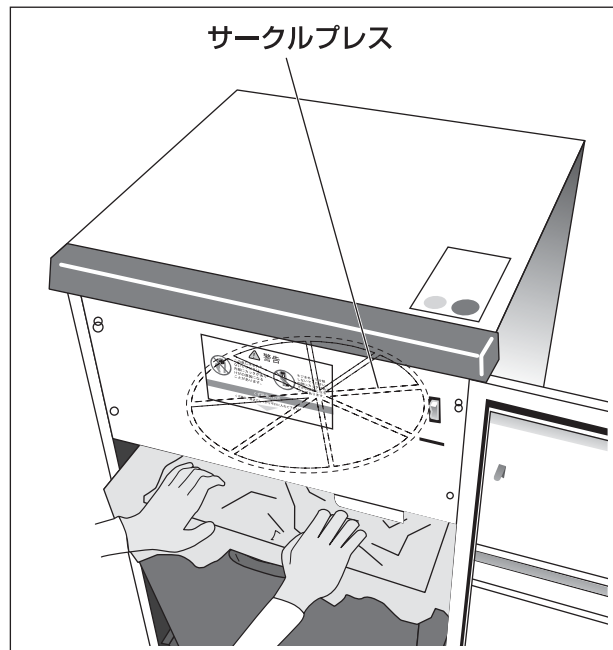

図12 細断屑の押し下げ
- 1.扉⑥を開けて電源スイッチ①の下側を押して電源を切ってください。
- 2.チップボックス⑩上部の細断屑を、手で押し下げてください。 **図12 参照**
- 3.チップボックス⑩を引き出し、細断屑を捨ててください。 **P14『細断屑の処理方法』参照**
- 4.電源スイッチ①の上側を押して電源を入れて、とびら⑥を閉めてください。